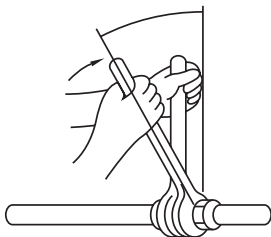

Fig. 5-8
- Levitä putken istukkapinnalle ohuelti jäähdytysöljyä. (Fig. 5-8)